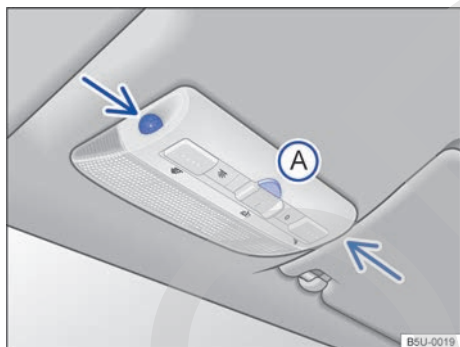

Fig. 26 En la consola del techo: sensores de vigilancia del habitáculo y tecla **(A)** para desconectar la vigilancia del habitáculo.
La vigilancia del habitáculo dispara la alarma con el vehículo bloqueado, si reconoce movimientos en el interior del vehículo. El sensor y el receptor están ubicados en el conjunto de la luz de lectura → **fig. 26** (flechas).
- Presionar la tecla → **fig. 26 (A)**. En el panel de instrumentos la luz de control **🚗** se enciende.